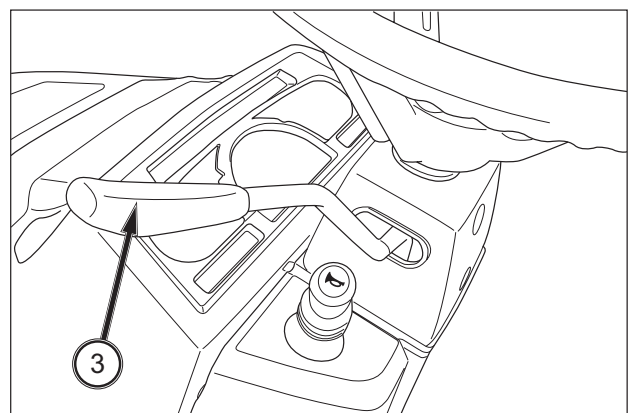

ABB. 70
**ABB. 70:** Der Wendeschalthebel für die Vorwärts-/Rückwärtsfahrt (3) ermöglicht eine konstante Änderung der Fahrtrichtung in jeder Gang-/Fahrbereichskombination. Die Geschwindigkeit bei Rückwärtsfahrt ist im gleichen Gang etwas niedriger als bei Vorwärtsfahrt.